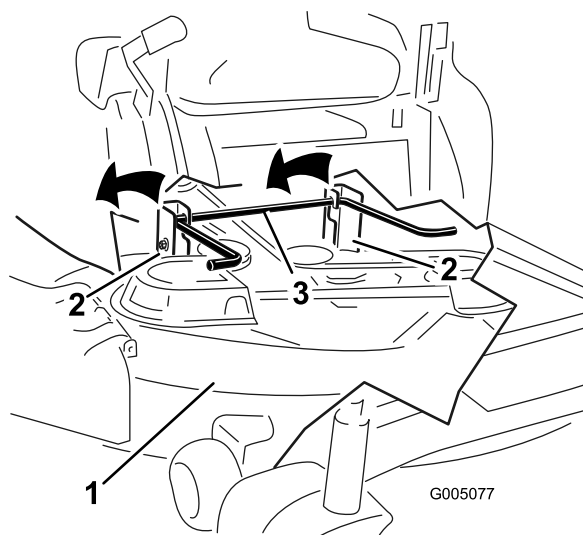

Figura 67
7. Levante a plataforma de corte e os suportes de suspensão afastando da haste de elevação traseira e baixe o cortador cuidadosamente até ao chão (Figura 67).
5. Levante a parte de trás da plataforma de corte e oriente os suportes de suspensão por cima da haste de elevação traseira (Figura 67).